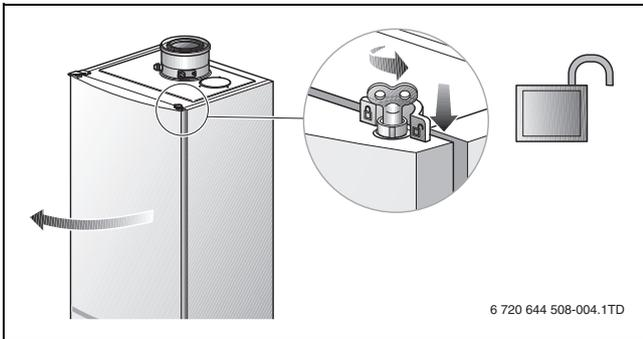
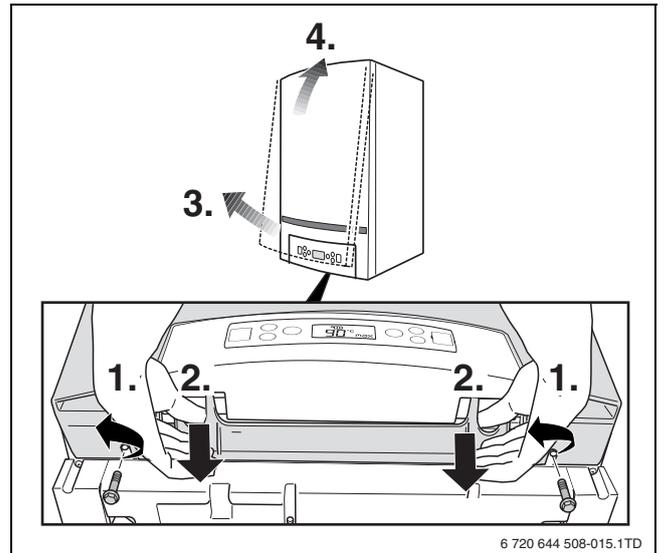

Fig. 3
Fig. 4
- ▶ 打开炉门 (→ 图 3, 第 43 页) 或取下外壳 (→ 图 4, 第 43 页)。
- ▶ 关闭炉门 (→ 图 3, 第 43 页) **或** 装上外壳 (→ 图 4, 第 43 页)。